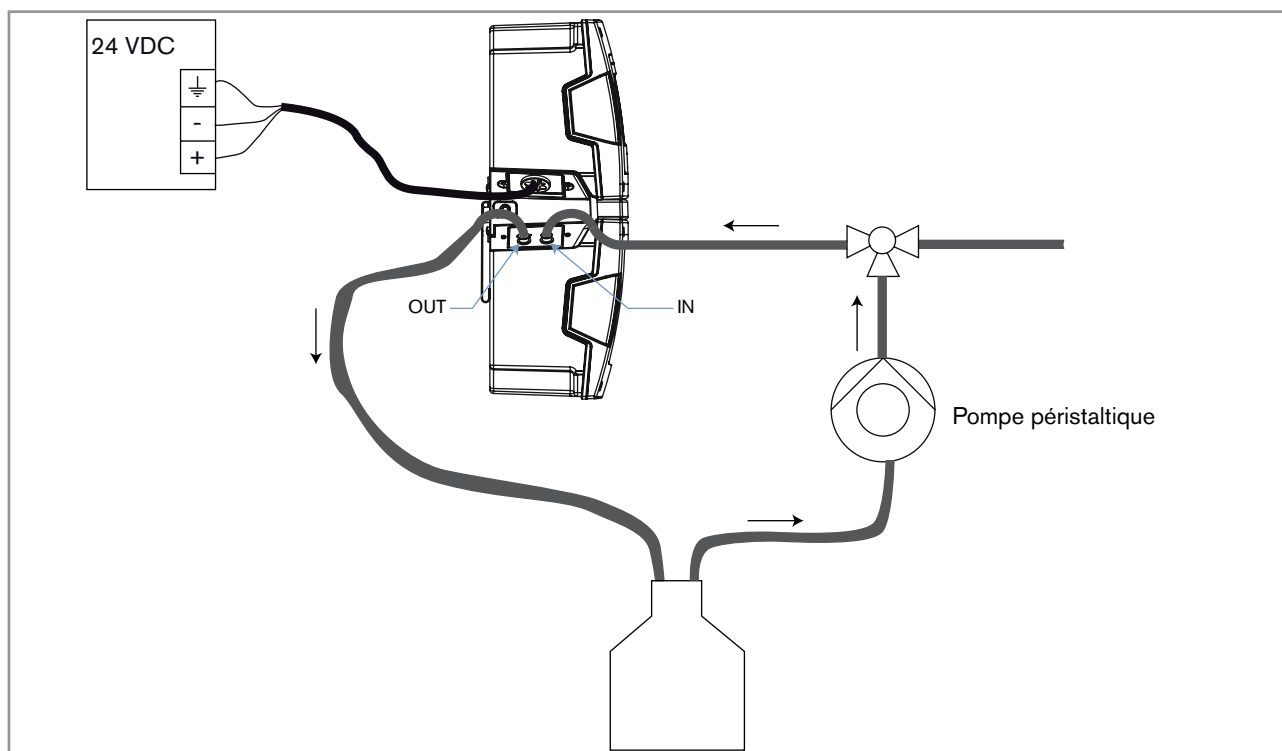

Fig. 3 : Installation pour l'étalonnage du capteur dans un système type 8905
1. Raccorder une pompe péristaltique dans le circuit d'arrivée de l'échantillon d'eau du système, tel que décrit dans la Fig. 3. Si les raccordements fluidiques ne sont pas effectués correctement, le produit et le système
1. Raccorder une pompe péristaltique dans le circuit d'arrivée de l'échantillon d'eau du système, tel que décrit dans la Fig. 3, chap. 8.10.1. Si les raccordements fluidiques ne sont pas effectués correctement, le produit et le système peuvent être endommagés car la pression dans le produit et le système est trop élevée.